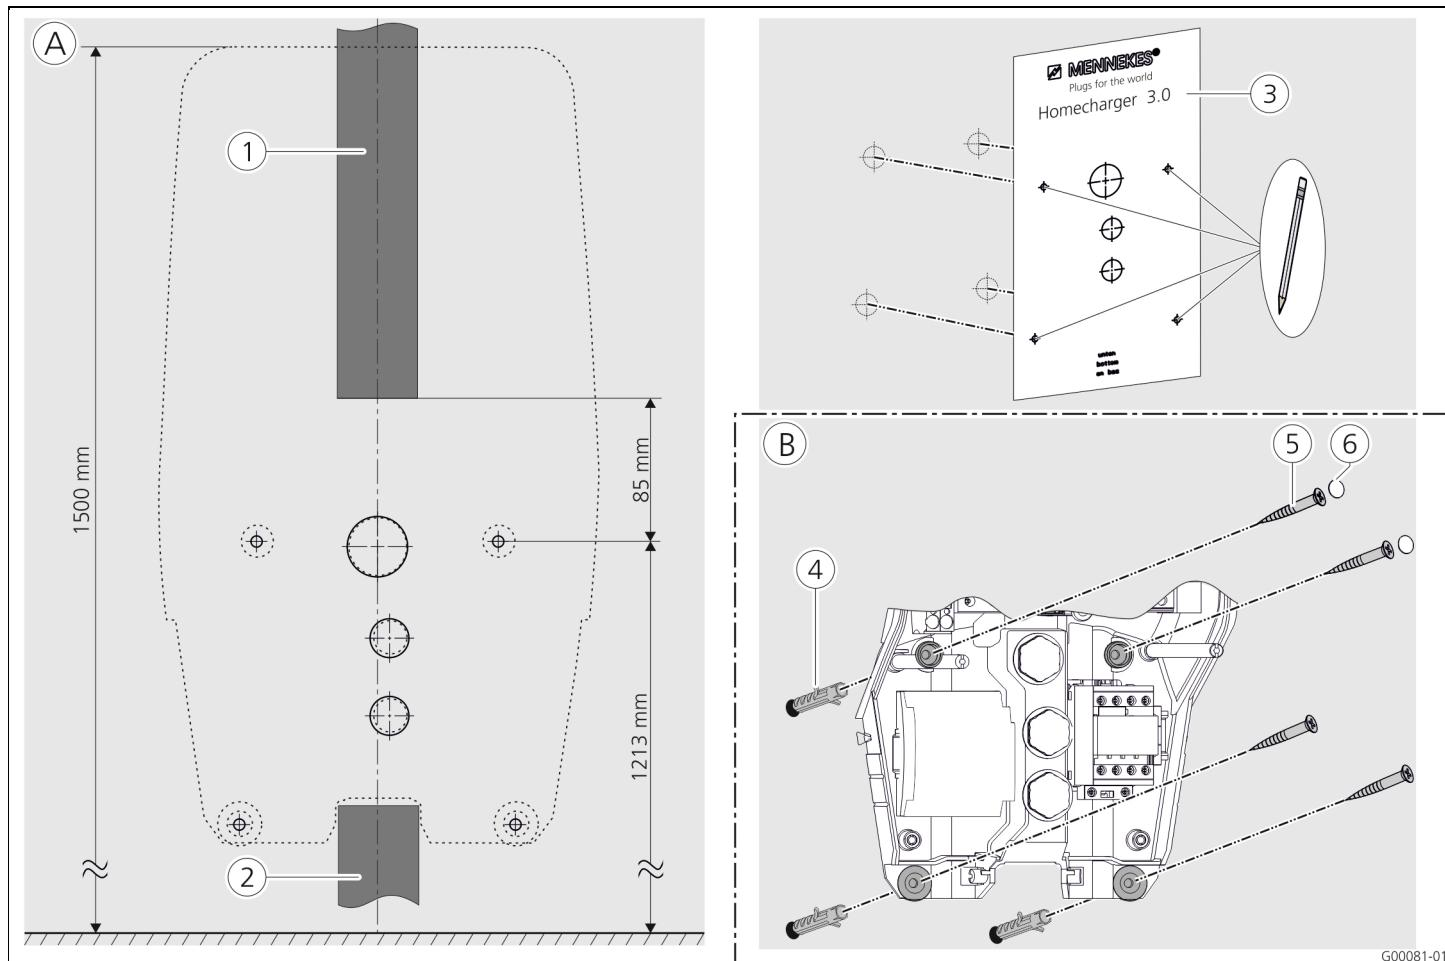

Abb. 13: Wandmontage
- ➔ Siehe auch Abb. 13: Wandmontage.
➔ Siehe auch Abb. 13: Wandmontage.